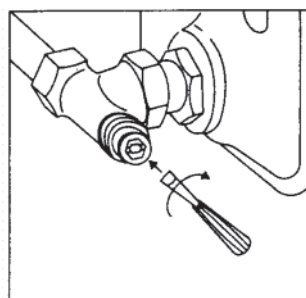

Fig. 3
- 1.4 Infine avvitare la vite cava con il cacciavite in senso orario fino a battuta (Fig. 3, solo „Combi 4“).
Importante: per una variazione successiva della prerogolazione, allentare prima la vite cava con un cacciavite girando in senso antiorario (fig. 3). Poi modificare la prerogolazione con la chiave a brugola da 4 (1)